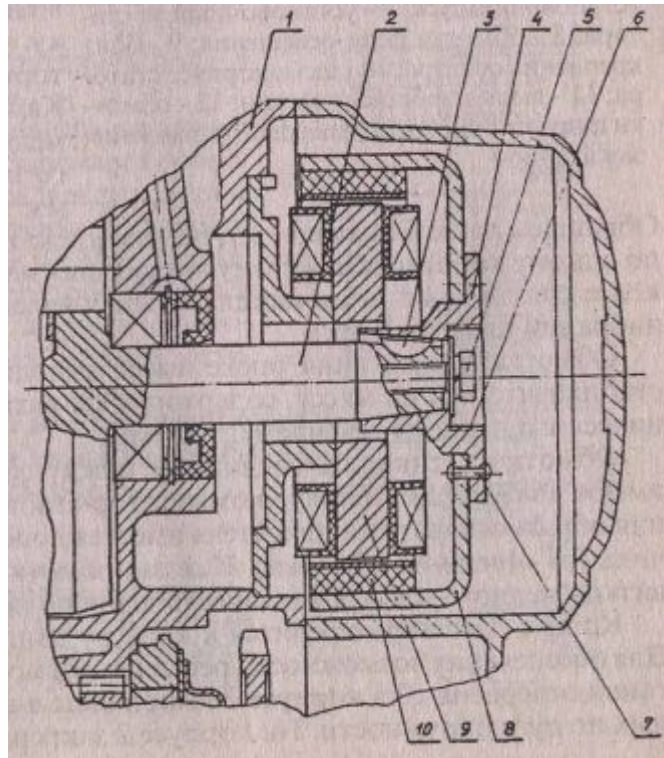
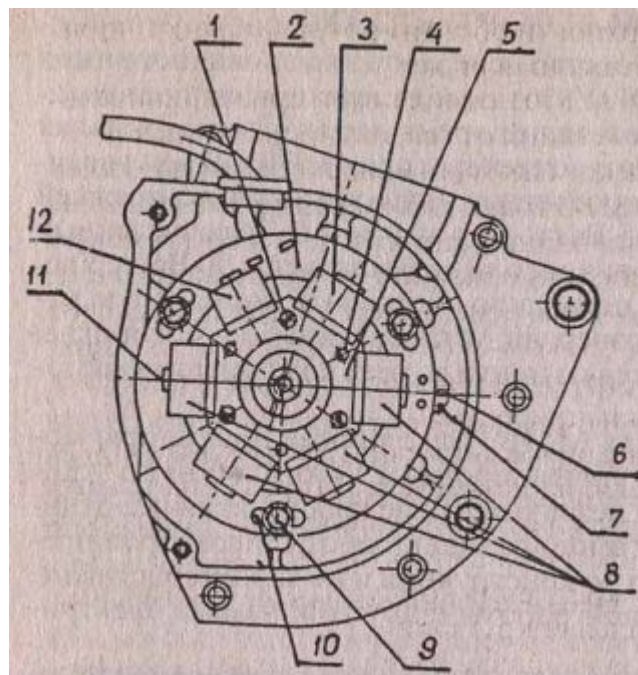
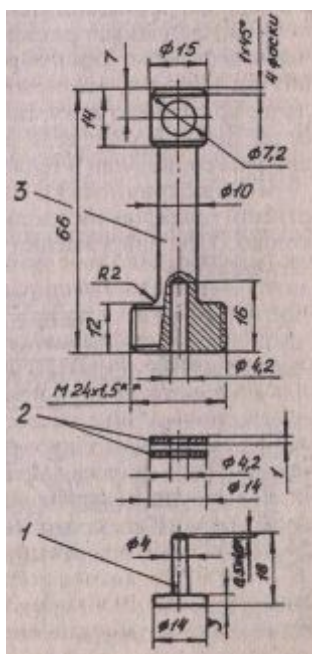

Рис. 3.9. Схема установки генератора маховичного типа на мотоцикле ММВЗ-3.1131:
Рис. 3.10. Вид на статор маховичного генератора мотоцикла ММВЗ-3.1131 (со снятым ротором):
Рис. 3.11. Съемник: 1 - опора; 2 - шайба; 3 - корпус съемника
Генератор ГМ-01.06 содержит (рис. 3.9) ротор, закрепленный на коническом хвостовике правой цапфы 2 коленчатого вала, и статор 9, закрепленный на правой половине картера 1 двигателя. Ротор выполнен в виде стальной штампованной обоймы 8, на внутренней поверхности которой закреплены равномерно расположенные по окружности магниты 10 (шесть штук). На боковой части обоймы посредством заклепок 7 закреплена ступица 4 с конусным посадочным отверстием. Кроме того, в ступице выполнено отверстие 6 с резьбой М24х1,5, предназначенное для установки съемника. Ротор на хвостовике цапфы фиксируется шпонкой 3 и болтом 5. Статор содержит корпус 2 (рис. 3.10) и закрепленный на нем винтами 1 блок 5, выполненный в виде набора стальных пластин (25 шт.) толщиной 0,5 мм. Пластины соединены между собой заклепками 4. На блоке 5 закреплены четыре обмотки 8 цепи освещения, одна обмотка 3 цепи зажигания и две обмотки индукционного датчика 12. В качестве сердечников для указанных обмоток служат выступы 11 в блоке пластин 5. Обмотки 8 цепи освещения последовательно соединены между собой, имеют выводы для подключения к блоку «коммутатор-стабилизатор» и на массу (к корпусу). Каждая из них выполнена из медного электротехнического провода сечением 0,9 кв. мм и содержит 60 витков. Обращаем ваше внимание, что на каждой катушке освещения имеется по одному короткозамкнутому витку (для уменьшения паразитных токов и связанных с ними нежелательных явлений: перегрева катушки, вибрации пластин и др.).
- снять ротор генератора, для чего отвернуть болт 5 (рис. 3.9) крепления ротора, а в резьбовое отверстие 6 вернуть съемник (рис. 3.11);
- ослабить болты 9 (рис. 3.10) крепления корпуса 2 статора так, чтобы статор свободно поворачивался вокруг оси;
- при помощи отвертки повернуть корпус 2 статора (рис. 3.10) за установочный ус 7 до смещения прорези 6 в нем с риской на роторе;
- снять ротор и затянуть болты 9 (рис. 3.10) крепления статора;
- установить ротор и затянуть болт 5 (рис. 3.9) крепления ротора.
Конструкция индукционного датчика в маховичном генераторе исключает необходимость регулировки зазора между ротором и стержнем сердечника датчика, что требовалось на генераторе типа 43.3701. Кроме того, на маховичном генераторе отпадает необходимость проверки затяжки резьбовых соединений на клеммах датчика, освещения и зажигания. Для демонтажа ротора при ремонте генератора или при ремонте двигателя необходимо применять съемник (рис. 3.11).